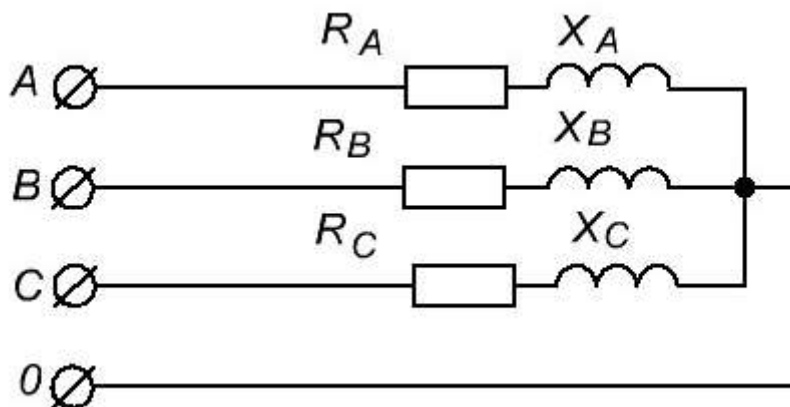

Рисунок 6 – Схема трехфазного потребителя, соединенного в звезду
1. Составляем схему цепи (рисунок 6)